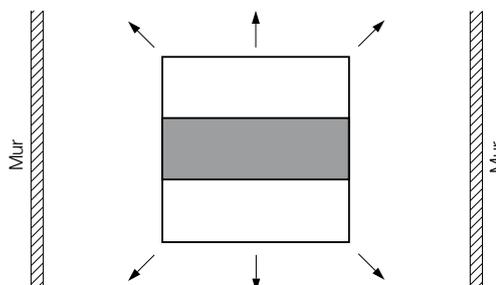

Figure 12: cache, par ex. pour des locaux étroits
c) L'exécution représentée figure 12 est recommandée dans le cas de locaux étroits (par ex. les corridors).